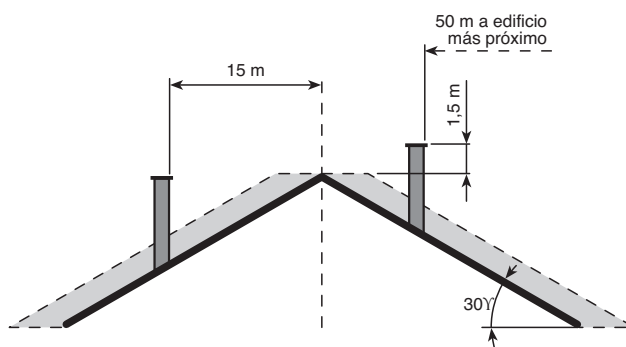

Fig. 4
2.5 CONEXION CHIMENEA (fig. 4)
- Es necesario por consiguiente que sean respetadas las alturas mínimas indicadas en la fig. 4;